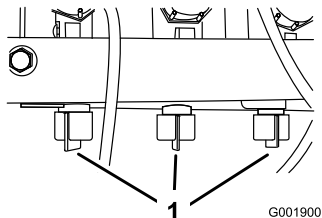

Bild 30
12. Stellen Sie das Sicherheitsventil des Spritzgestänges (Bild 30) unter dem Spritzgestängesteuerventil des Spritzgestänges ein, das Sie abgestellt haben, bis der am Druckmanometer angezeigte Druck dem Wert in Schritt 9 entspricht.